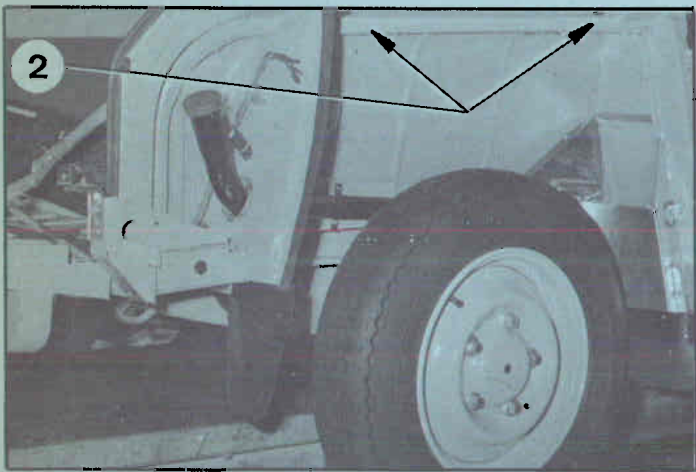

Fig. 22
15. Horizontale stijl boven de achterwielen (BREAK) (afb. 22).
- Verwijder de pluggen (2) die de gaten voor en achter van deze stijlen links en rechts afdichten.